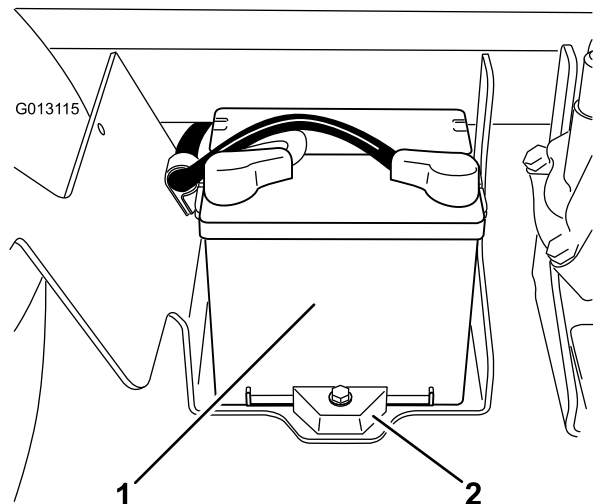

図 57
2. バッテリーは、機体右側、ポンプの後ろにある (図 57)。
5. バッテリー・リレーナと固定金具を外す (図 57)。
2. バッテリー押さえを元通りに取り付ける (図 57)。
4. バッテリーカバーを元どおりに取り付けノブで固定する (図 57)。
1. バッテリー・ボックスのノブ (図 57) をゆるめ、カバーを外す。